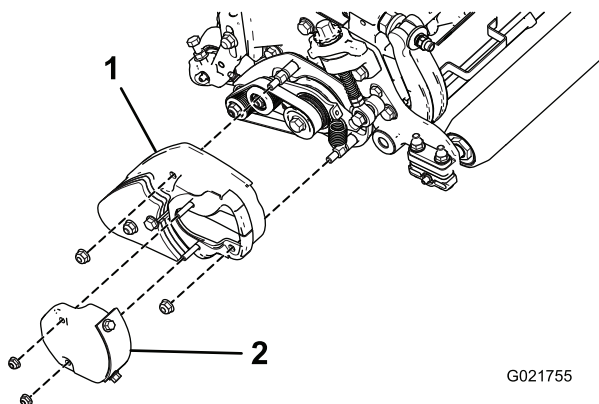

図 15
31. グルーマカバー・アセンブリから、アクセスカバーを取り外す（図 15）。
32. グルーマカバーを取り付け、フランジナット（5/16 インチ）2個で固定する。図 15を参照。
33. グルーマカバーにアクセスカバーを取り付ける；先ほど取り外したボルト類を使う（図 15）。